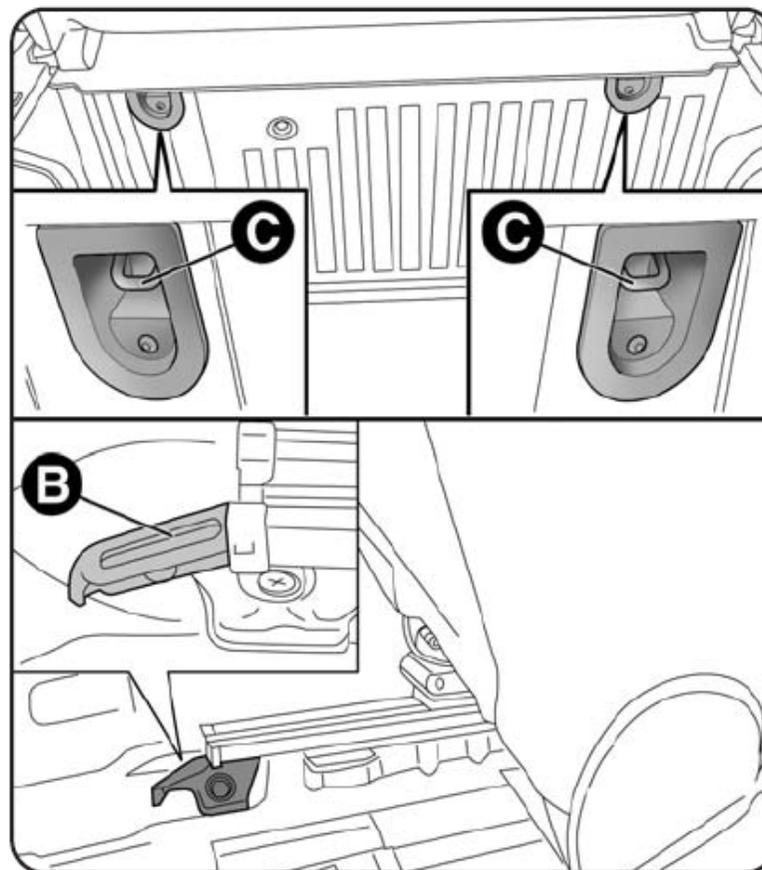

Рис.14
□ Для переднего сиденья со стороны пассажира; установите верхний ремень (поставляемый вместе со стульчиком) и пристегните его к специальному креплению **В-рис.14**, расположенный в задней части рядом с салазками переднего сиденья;
□ Для заднего сиденья; установите верхний ремень (поставляемый вместе со стульчиком) и пристегните его к специальным креплениям **С-рис.14**, расположенных в задней спинки сиденья.